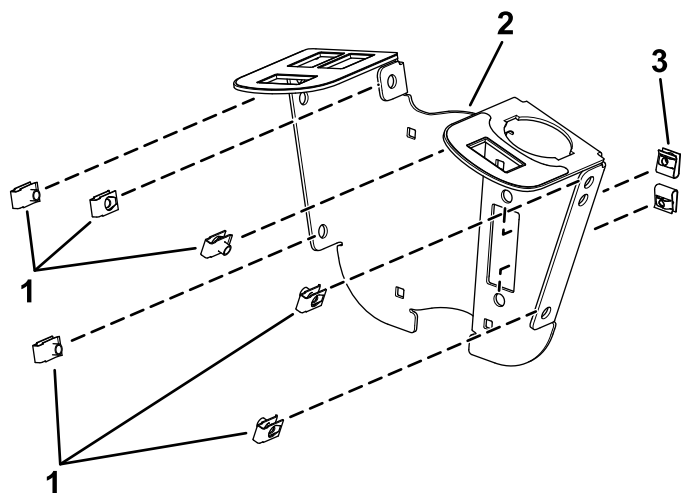

Рисунок 1
1. Установите 6 зажима и 2 гайки из листового металла на крепление переключателя (Рисунок 1).